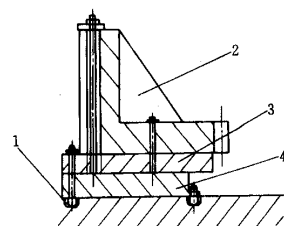

图 3
(2) 安装 安装工件、分度盘、装夹盘, 并检查百分表安装是否可靠 (见图 3)。
(3) 找正 找正工件; 手摇分度盘按齿外圆找正齿外圆, 允差在 0.1mm 以内, 然后固定好工件重新找正, 保证允差在允许误差范围内。
(4) 安装铣刀 铣齿刀用加长杆装于镗床主轴孔中并装牢。
(5) 计算与加工 ① 通过计算, 每个